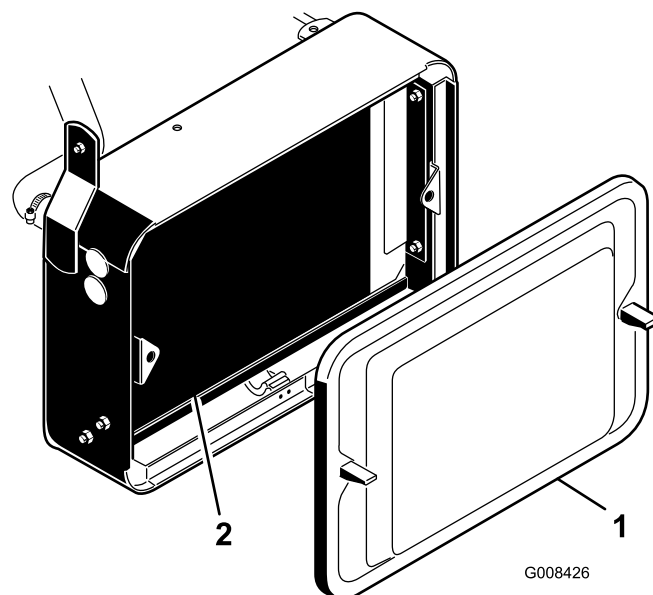

Bild 45
1. Entfernen Sie das Gitter (Bild 45).